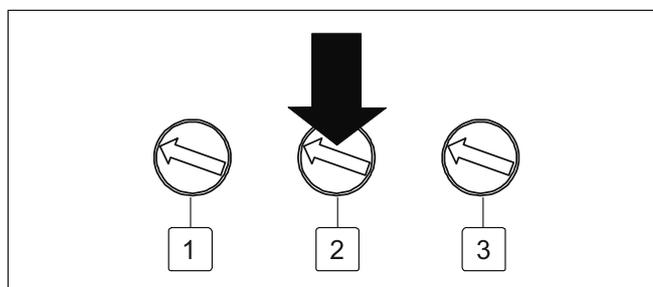

Fig. 39 Regolare la minima potenza della caldaia
- Girare il potenziometro 2 (fig. 39) al pannello di comando e leggere la minima pressione agli ugelli.